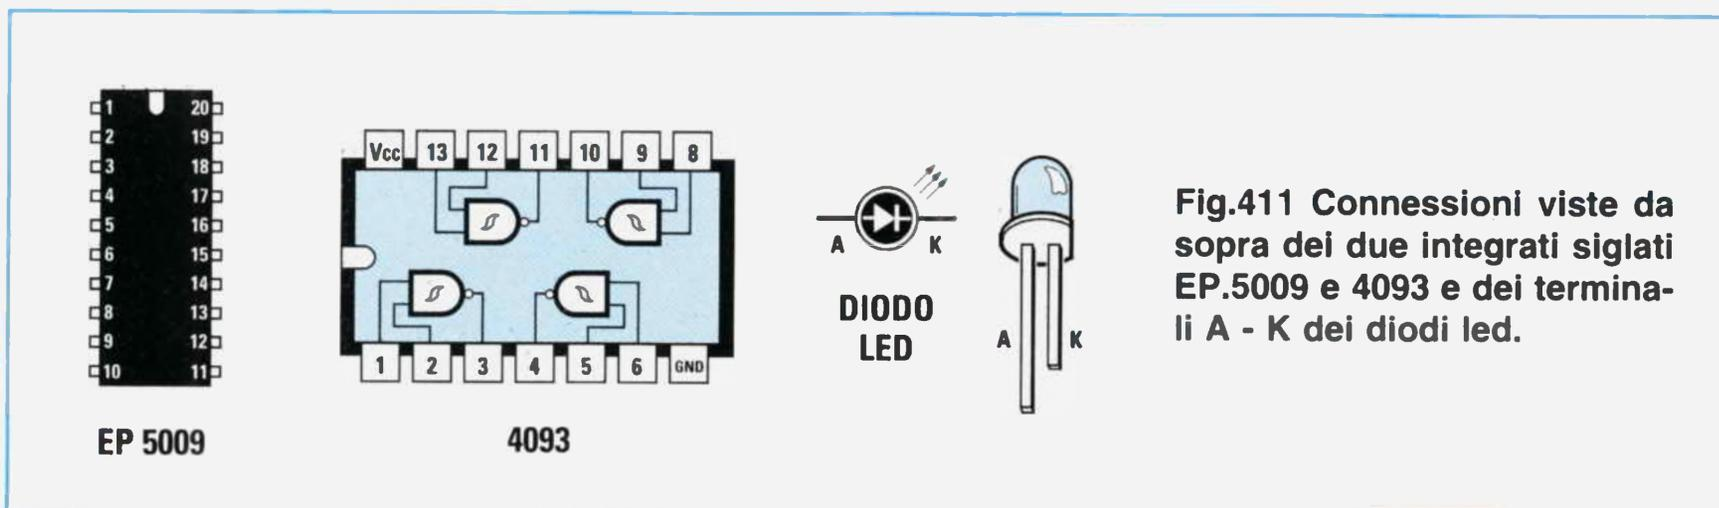

Fig.411 Connessioni viste da sopra dei due integrati siglati EP.5009 e 4093 e dei terminali A - K dei diodi led.
Per terminare aggiungiamo che tutte le quattro porte **Nand** siglate **IC1/A-IC1/B-IC1/C-IC1/D** sono contenute all'interno di un piccolo integrato siglato **CD.4093** (vedi fig.411).
piedini sul suo corpo (vedi fig.411).
**Fig.410** Una volta montati sullo stampato tutti i diodi led, inserendone il terminale più corto siglato K (vedi fig.411) nei fori che appaiono contrassegnati dalla lettera K (vedi fig.407), appoggiate sopra a questi la mascherina frontale, poi capovolgete il tutto e, dopo aver fatto fuoriuscire tutte le teste dei diodi led, saldatene con cura i terminali.